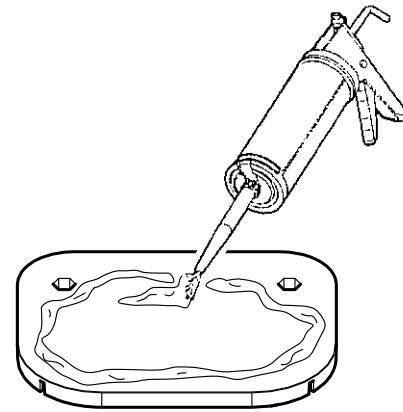

Fig. 9
2. Pulire accuratamente le 4 piastre di montaggio (P) sull'antenna ed il tettuccio del veicolo con alcool e lasciare evaporare prima di applicare il sigillante (Fig. 9).
3. Applicare sulle piastre il sigillante tipo SIKAFLEX®252 (Fig. 9).